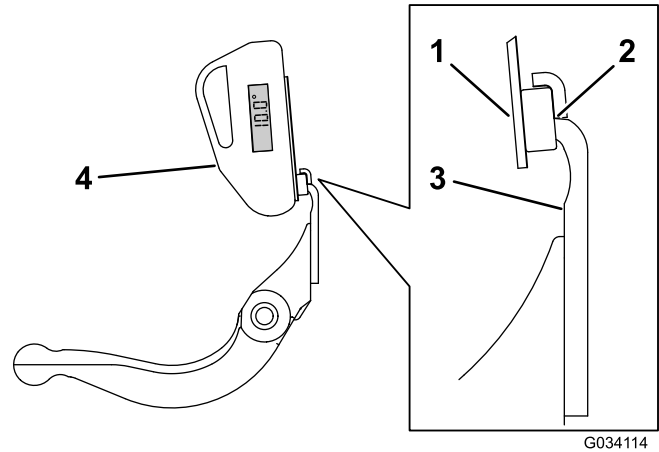

图31
- 3. 将角度指示器底座放在底刀边缘上，以使磁体边缘与底刀边缘紧密配合（图31）。
- 4. 如 图31 所示，将角度指示器放置到底座上。